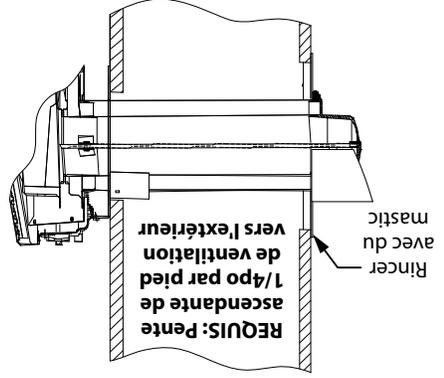

Figure 29
7. La plaque de montage extérieure (F) et l'anneau en caoutchouc silicone (C) doivent être installés entre le capuchon de ventilation (A) et le mur extérieur. Remarque: Pour plus de sécurité, la plaque de montage sur la surface du bâtiment. La plaque de montage extérieure (F) doit être positionnée au ras du mur et scellée avec un mastic non durcissant (mastic durcissant (cafeutrage silicone) autour de son bord extérieur, de manière à assurer l'étanchéité entre celui-ci et la plaque de montage extérieure (F) (voir figure 29).
9. Faites glisser le capuchon de ventilation (A) en position et fixez-le à l'aide de l'écrou fourni (E). Serrez l'écrou (E) jusqu'à ce que le capuchon de ventilation (A) s'appuie contre la plaque de montage extérieure (F).